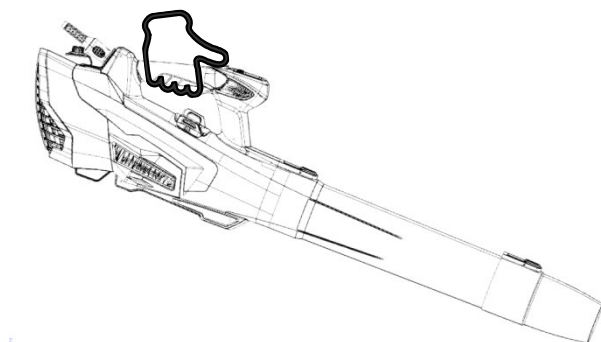

Fig 18
► Tenez et contrôlez le souffleur avec une main sur la poignée de transport, enroulez votre pouce autour de la poignée (Fig. 18).